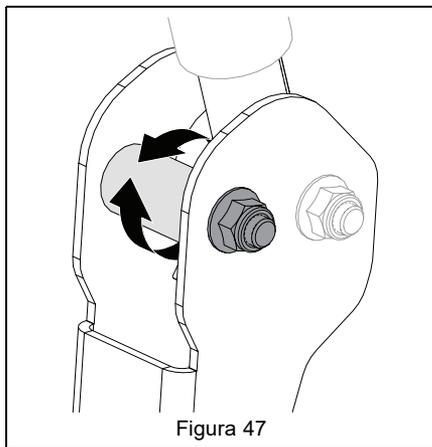

Figura 47
6. Girar el espaciador excéntrico para que las palancas estén a la misma altura y quede una distancia de 1.3 cm – 2.5 cm (1/2" – 1") entre las palancas. Consulte Figura 47.